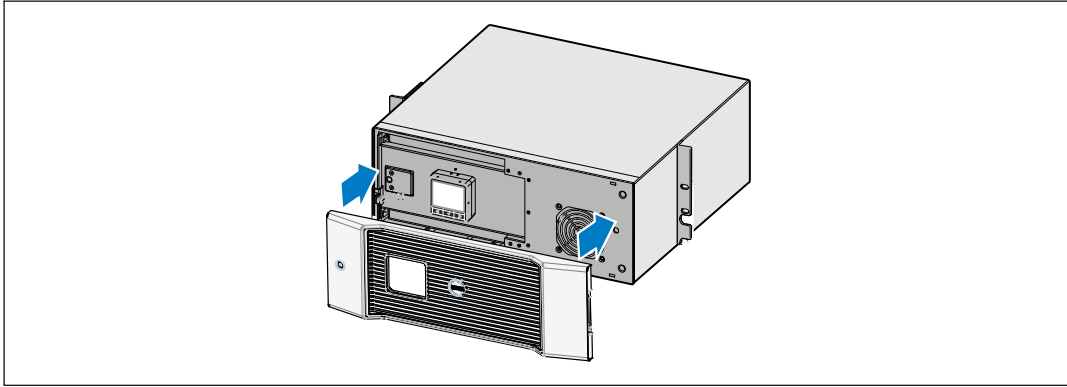

Figure 26. Remplacer le Couvercle Avant de l'Onduleur
- 8 Remplacez le couvercle avant de l'onduleur (voir Figure 26).